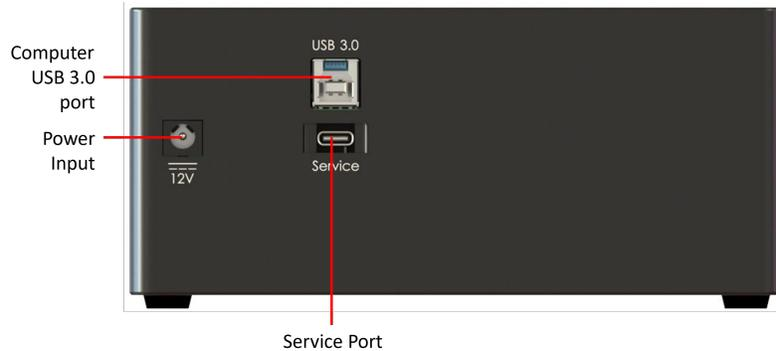

Figure 1.7 – Arrière de la Console *FluoPulse™*
8. **Port USB 3.0** : La console se connecte à l'ordinateur via un câble **USB 3**. À l'arrière de la console, il y a deux connecteurs USB comme illustré en Figure 1.7. Le connecteur **USB 3.0** de type B, situé en haut, doit être utilisé.
9. **Port USB de service** : Ce port USB-C est uniquement utilisé lors de la reprogrammation du firmware (Fig. 1.7). Pour une reprogrammation correcte, le **Commutateur de service** doit être placé en position "P". En utilisation normale, aucun câble ne doit être connecté à ce port USB-C.
4. La *Console* et le *Cube* partagent une seule alimentation **12V, 3A** à l'aide du **câble d'alimentation en Y**. Avant de brancher, vérifiez que les interrupteurs d'alimentation du *Cube* et de la *Console* sont en position OFF, puis branchez chaque connecteur du câble en Y à l'**entrée d'alimentation 12V** à l'arrière de chaque appareil (*Cube* : Fig. 1.4, *Console* : Fig. 1.7).